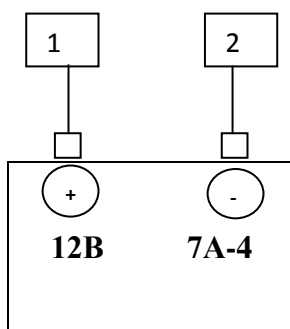

Рис. 7 Подключение резервной батареи
3.8 Подключение резервной батареи (рис. 7). Рекомендуется батарея 12 Вольт, 7 А-ч. Батарея подключается к клеммам разъема 1 (+ батареи) и 2 (- батареи). Рисунок 1.2-Д. При подключенной батарее полностью сохраняется работоспособность системы в течении нескольких дней. Батарея подзаряжается от штатного источника питания сигнализации. Вместо батареи можно подключить блок бесперебойного питания. Батарею рекомендуем подключать после монтажа и проверки всей системы, чтобы исключить случайное замыкание цепей питания датчиков (это контакты 11 и 12) при подключенном аккумуляторе.